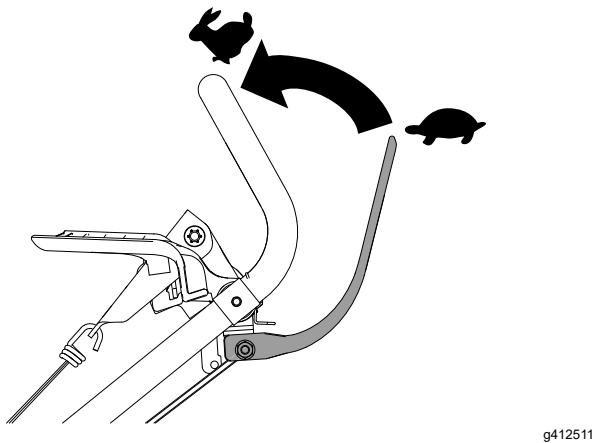

Figura 18
3. Pentru a utiliza maneta pentru propulsia automată, apăsați bara pentru propulsia automată (Figura 18).